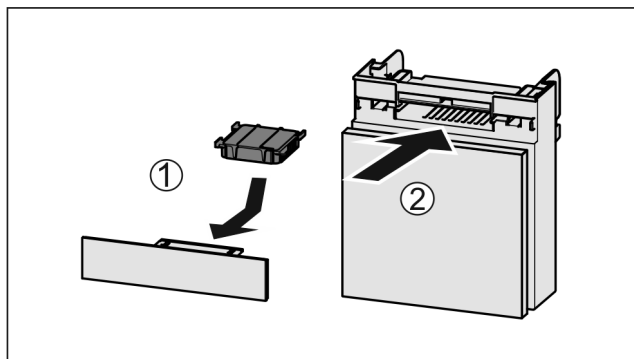

Fig. 53
- ▶ Filtr s aktivním uhlím vložte podle vyobrazení Fig. 53 (1).
- ▶ Zásuvku zasuňte Fig. 53 (2).